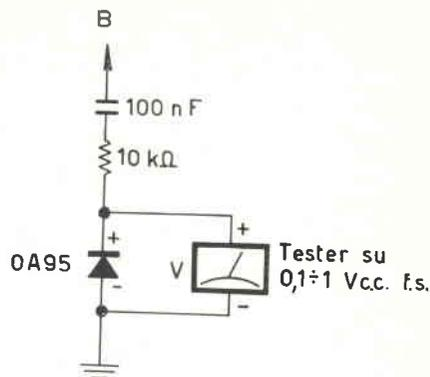

figura 2
8) Lasciando il carico esterno, provate ora a togliere C_2 . Quasi sicuramente la tensione d'uscita si abbasserà e insorgeranno oscillazioni su collettore di Q_1 , rilevabili col circuito di figura 2. Sostituite il valore iniziale di $10 \mu\text{F}$ con valori via via decrescenti, finché non riuscirete più a bloccare le oscillazioni che nasceranno. Assegnate stabilmente a C_2 il minimo valore con cui ancora riuscite ad annullare completamente le oscillazioni. Io ho trovato $1 \mu\text{F}$.